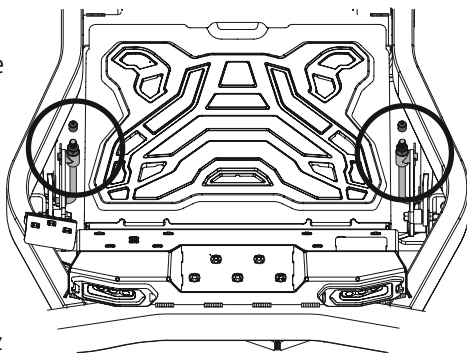

Figure 43
- a. Retirez le capuchon des tiges de relevage avant du plateau et gardez-les pour utilisation ultérieure. Voir Figure 43.